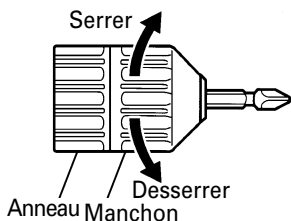

Fig. 10
- (1) Montage de la foret Après avoir mis un foret de tournevis etc dans le mandrin sans clé, maintenir fermement l'anneau et serre le manchon en le tournant vers la droite (dans le sens des aiguilles d'une montre, vu de l'avant) (Voir en Fig. 10). Si le manchon se desserre pendant le fonctionnement, le resserrer. La force de serrage augmente lorsque le manchon est resserré.
- (2) Démontage de la foret Maintenir fermement l'anneau et desserrer le manchon en le tournant vers la gauche (dans le sens contraire des aiguilles d'une montre, vu de l'avant).